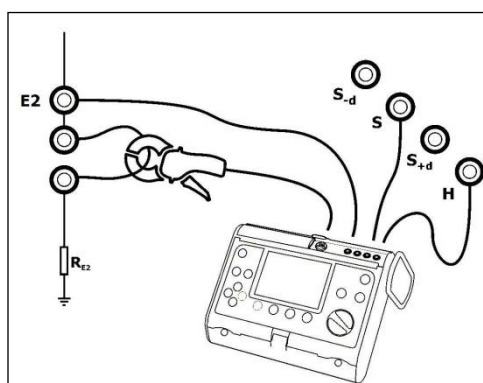

Рис.10 Подключение измерителя.
- подключить измеритель сопротивления заземлений (MRU-XXX) к гнездам согласно Рис.10;